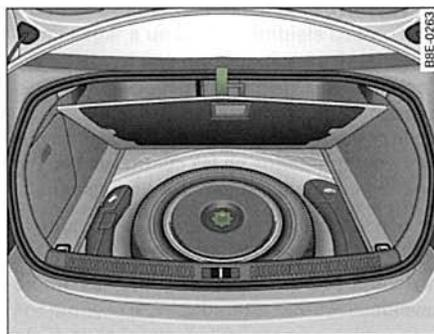

Fig. 229 Rueda de repuesto con llanta de acero
- Gire a mano la rueda moleteada ⇒ fig. 229 en el sentido contrario al de las agujas del reloj.